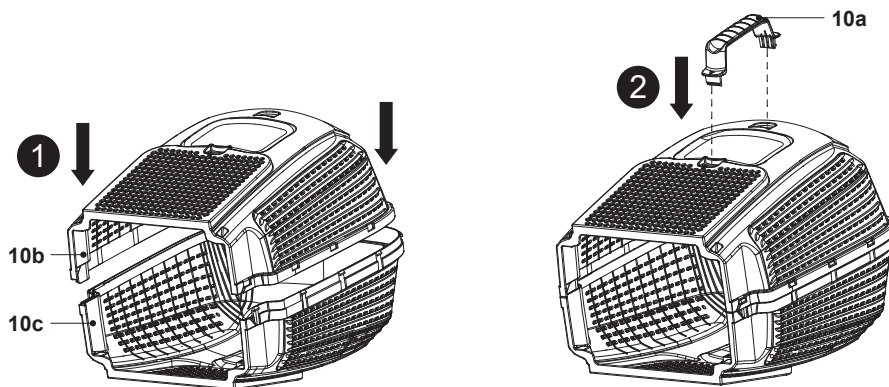

Fig. 4
3. Introdu mânerul (10a) în partea de sus a coșului (fig. 4).